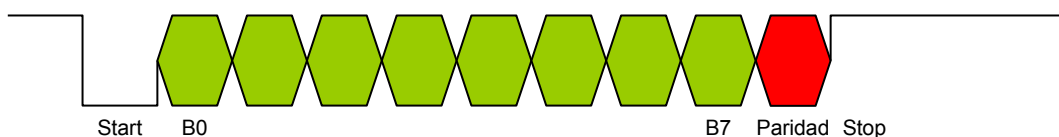

Figura 1. Ejemplo de transmisión de un byte.
- Características básicas de la transmisión: 8 bits de datos (ASCII), paridad par, 1 *start*, 1 de *stop* y velocidad de 9600 baudios. En la Figura 1 se presenta un diagrama temporal de la transmisión de un byte tal como habría que realizarla en la presente práctica. El objetivo de la práctica consistirá en generar una señal como la de la Figura 1 con la temporización adecuada.
Por otro lado, para implementar la comunicación síncrona de la Figura 1, irá contando el número de ciclos de reloj que hay que esperar para poder transmitir cada bit de forma correcta respetando el protocolo. Para ello utilizará un contador interno que deberá estar generado con sendas señales *cont* y *p\_cont* del tipo `std_logic_vector` y el ancho apropiado (dependerá de la tasa de transmisión). Para poder generar la dirección correcta del dato a transmitir en cada momento también se usará un contador interno debidamente descrito con las señales *dir* y *p\_dir* que se incrementará cada vez que se transmite un byte completo.